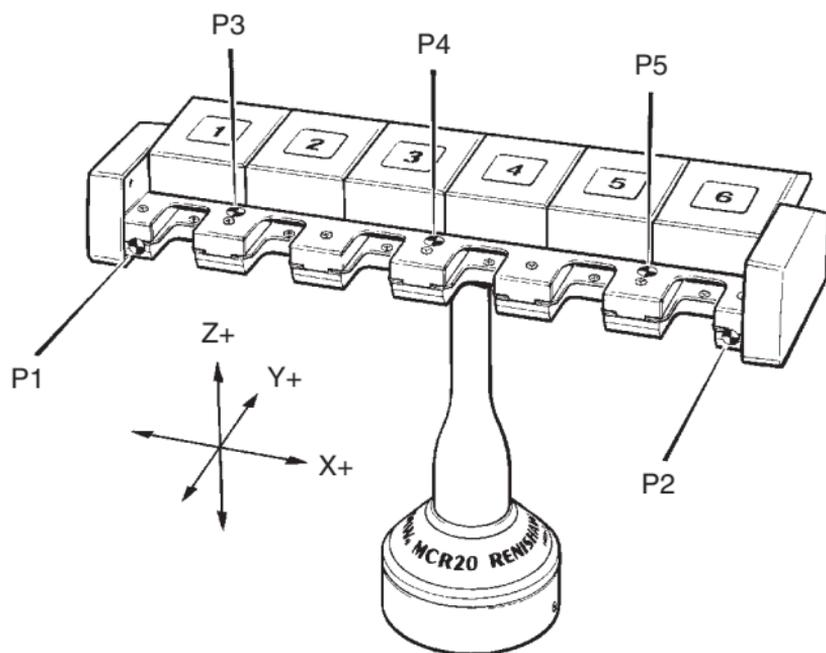

Figura 8 - Cómo indicar el plano de referencia del MCR20
Para alinear el autocambiador MCR20 con los ejes de su CMM, lleve a cabo los siguientes procedimientos (véase la Figura 8):
3.5.2 Cómo establecer la profundidad de ensamblaje (Y)
Para establecer la profundidad de ensamblaje (Y) de los puertos del MCR20, siga el siguiente procedimiento (véase la Figura 8):
3.5.3 Cómo establecer la altura de ensamblaje (Z)
Para establecer la altura de ensamblaje (Z) de los puertos del MCR20, siga el siguiente procedimiento (véase la Figura 8):